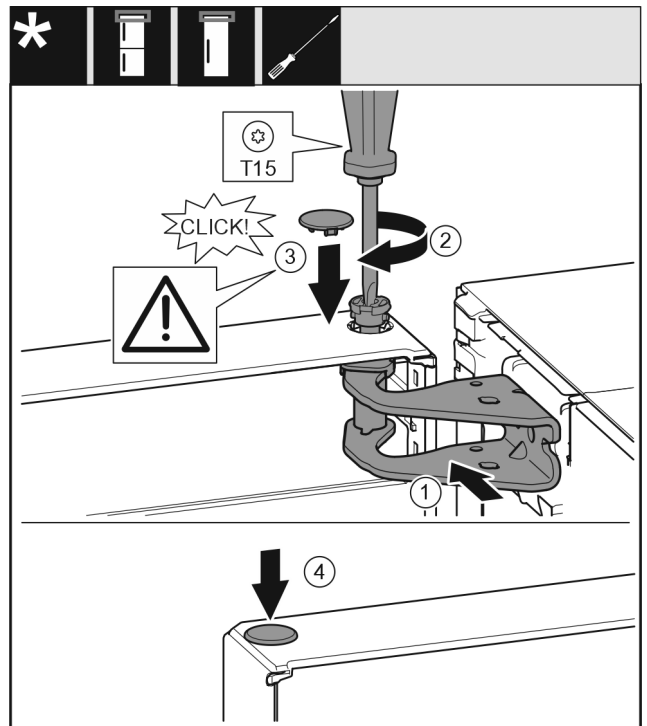

Fig. 21
- ▶ Igazítsa be az ajtót felül a csapágybak nyílásához. Fig. 21 (1)
- ▶ Helyezze be a csapszeget Fig. 21 (2), és húzza meg csavarhúzóval.
- ▶ Szerelje fel az ajtót biztosító biztonsági fedelet Fig. 21 (3): Helyezze fel a biztonsági fedelet, és ellenőrizze, hogy felfekszik-e az ajtóra. Egyébként a csapszeget teljesen helyezze be.
- ▶ Helyezze be a dugót Fig. 21 (4).